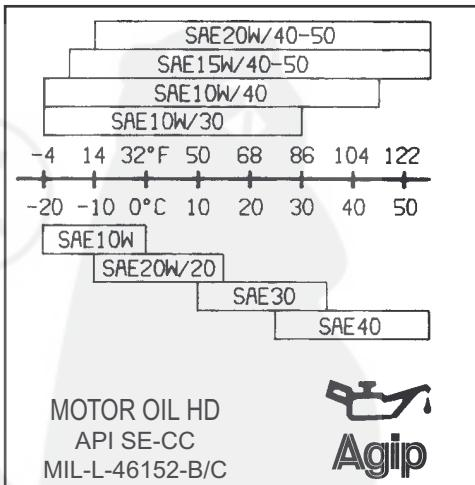

fig. 4
Rimuovere il tappo-asta rifornimento olio (fig. 12) e, con motore in piano, riempire lentamente il carter (fig. 5) con olio della qualità prescritta in fig. 4, fino al traboccamiento.
**OGNI 8 ORE:** Controllare il livello olio nel carter con il motore in piano (fig. 12). Eventualmente rabboccare con olio della qualità prescritta in fig. 4
Remove the dip-stick (fig. 12) and, when the engine is level, slowly fill the oil sump (fig. 5) with high quality oil as in fig. 4, until it comes out from the dip-stick hole.